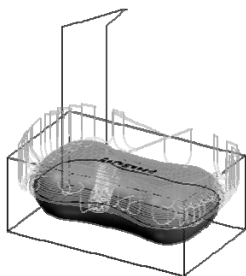

图 3-121 生成刀具轨迹
2) 单击右键后系统提示“拾取加工边界”,直接单击右键结束拾取。单击鼠标右键确认,系统开始计算,稍后得出刀具轨迹如图 3-121 所示。